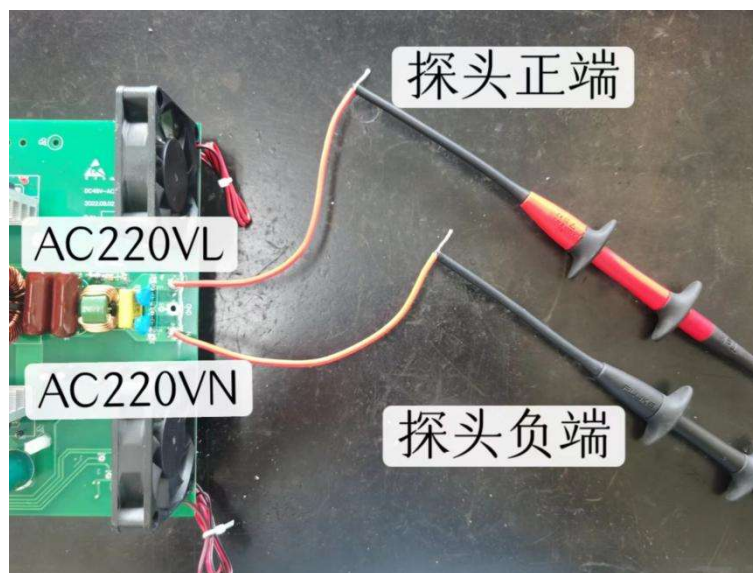
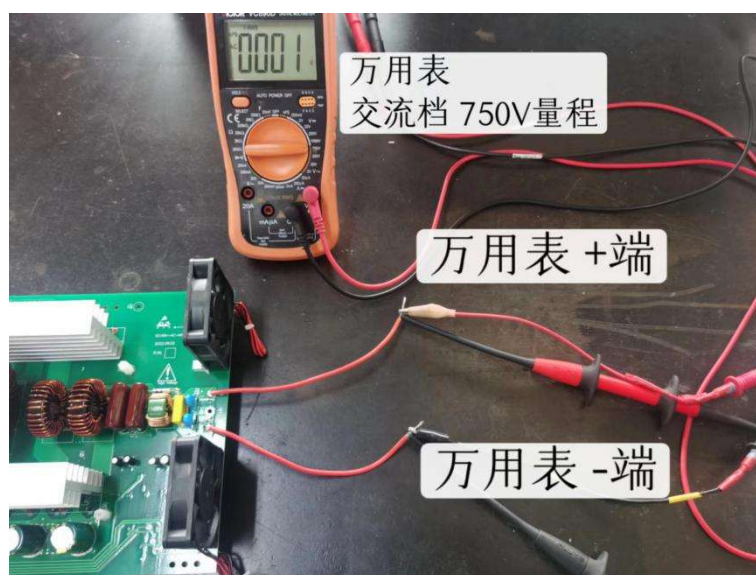
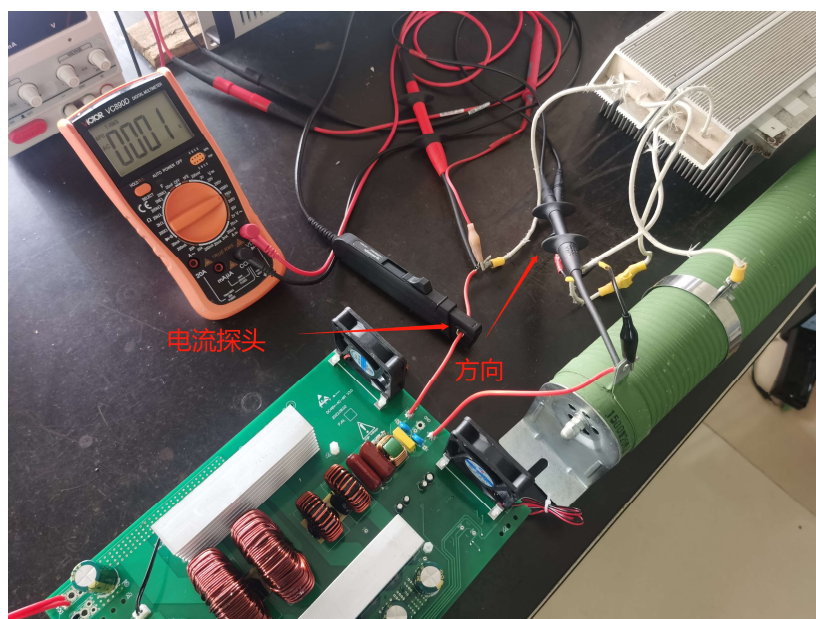

图 4-6 高压隔离差分探头接输出
图 4-7 万用表接输出
图 4-14 电流探头接线
4.2.2 用示波器差分高压探头接在两个输出端（AC220VL 接差分探头正输入端，AC220VN 接差分探头负输入端），测量输出正弦电压波形；使用万用表或其他测量交流电压仪器接两个输出端，可测量输出正弦波的大小。操作如图 4-6 和图 4-7 所示：
4.3.2 用示波器差分高压探头接在两个输出端（AC220VL 接差分探头正输入端，AC220VN 接差分探头负输入端），测量输出正弦电压波形；使用万用表或其他测量交流电压仪器接两个输出端，可测量输出正弦波的大小。其操作如图 4-6 和图 4-7 所示。使用电流探头钳住输出导线测量电流波形（电流探头的电流指向箭头由 AC220VL 指向 AC220VN），如图 4-14 所示：